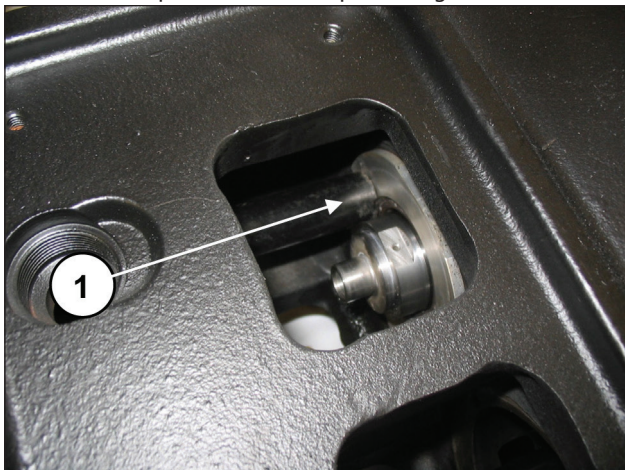
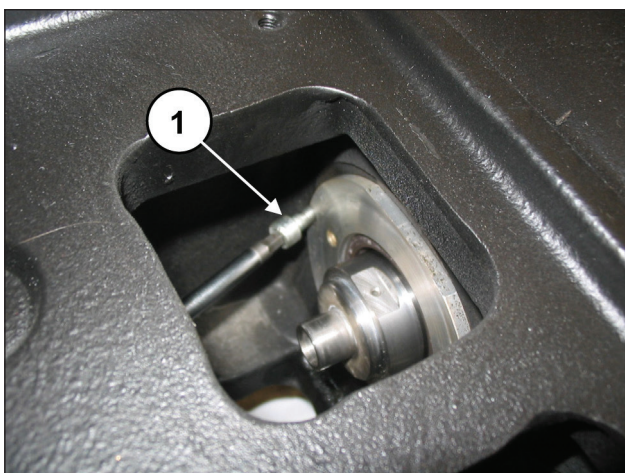

Fig. 177
Fig. 178
Assegure-se que a cobertura entra completamente no assento (pos. ①, Fig. 177) prestando atenção para não causar danos à borda da junta do óleo. Aperte as coberturas da junta do óleo através de dois parafusos M6x14 (pos. ①, Fig. 178).